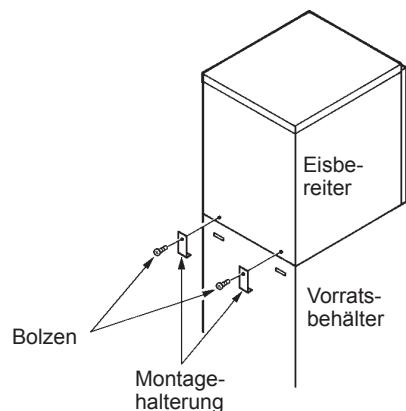

Abb. 6
6) Den Eisbereiter mit den zwei Montagehalterungen und den zwei mitgelieferten Bolzen am Vorratsbehälter befestigen. Siehe Abb. 6.